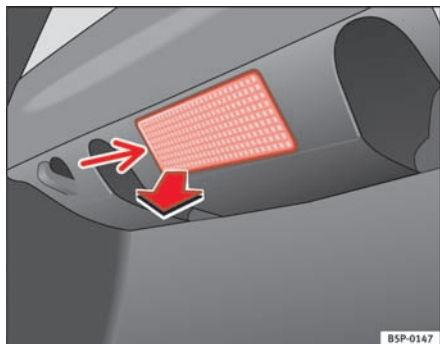

Fig. 163 Bagagerumslys
- Tag den tulipanformede holder af ved at trykke på kanten indeni -pil- med den flade ende af en skruetrækker ⇒ fig. 163.